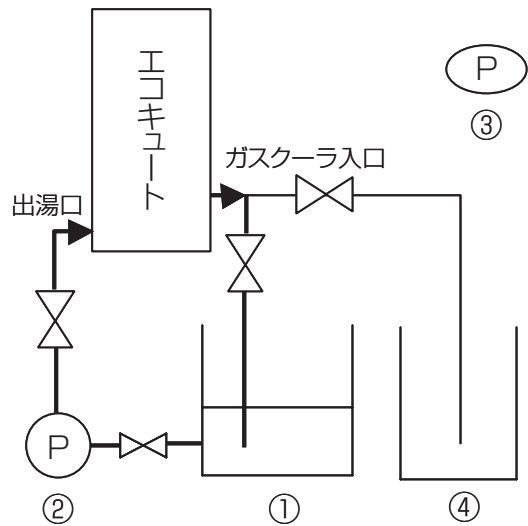

図3:循環回路
回路の設置は図 3 に示した様に行ってください。
洗浄にはクリダイン T-203 の 20%濃度水溶液を作成してください。クリダイン T-203 の 20%濃度水溶液を作成方法は、まず、図 3 の①容器に水を入れてから、20%濃度になるようにクリダイン T-203 の原液を添加してください。
ただし、スケールとの反応により発泡の恐れがあるので、クリダイン T-203 の原液を状況を見て 3 回程度に分けて投入してください。発泡した際、図 3 の①容器から溢れる場合は④廃液用容器を一時抜き取り用として使用してください。なお、④廃液用容器に抜き取った洗浄液は発泡が収まったら再び①容器に戻して再度ご利用ください。
**③ 中和 ( 図 3 の回路を使用します )**
回路を洗浄時と同様に循環できる回路 ( 図 3 ) に設置し直して下さい。
循環回路順路 ( 図 3 参照 ) : ( ① → ② → エコキュート → ① )